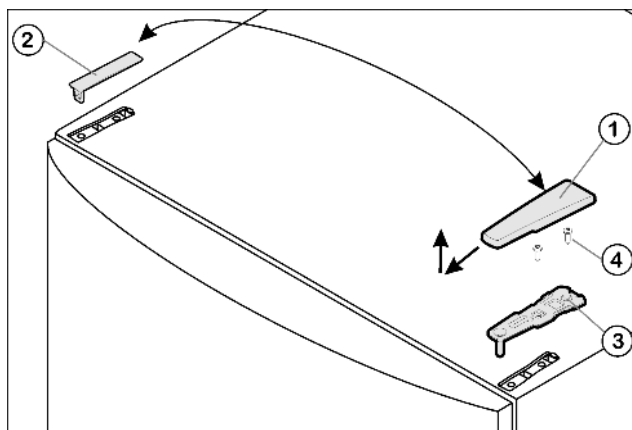

Fig. 4
- ▶ Afdekking Fig. 4 (1) naar voren en boven wegtrekken.
- ▶ Afdekking Fig. 4 (2) eraf nemen.
- ▶ Bovenste lagerbus Fig. 4 (3) losschroeven (2 maal Torx® 25) Fig. 4 (4) en naar boven eraf trekken.
- ▶ Plaats de bovenste lagerbus Fig. 4 (3) aan de nieuwe scharnierkant in de deur.
- ▶ Bovenste lagerbus goed (met 4 Nm) vastschroeven (2 maal Torx® 25) Fig. 4 (4). Steek de schroefgaten indien nodig voor of gebruik de accuschroevendraaier.
- ▶ Afdekking Fig. 4 (1) en afdekking Fig. 4 (2) elk op de tegenoverliggende zijde van buiten aanbrengen en vastklikken.